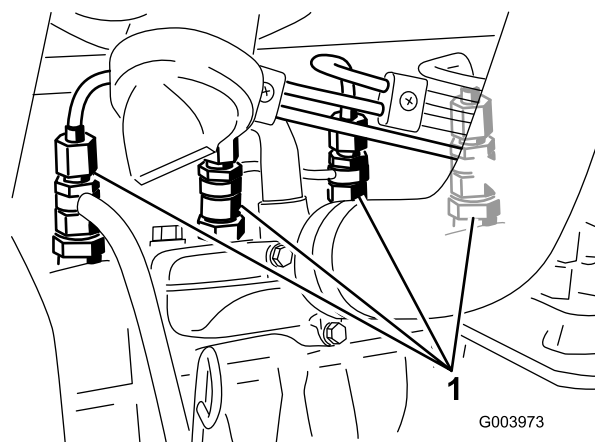

Figura 31
1. Allentate il raccordo dell'ugello n. 1 ed il gruppo portaugelli (Figura 31).